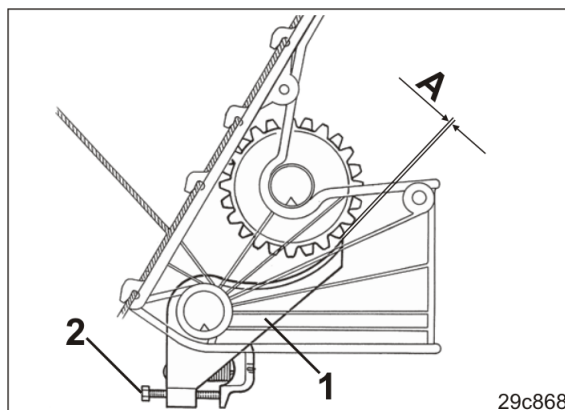

Fig. 236
2. Verificar os alçapões (Fig. 236/1) para facilidade de movimento.
A distância "A" (Fig. 236) entre o alçapão e a roda de sementeira é de 0,1 mm a 0,5 mm.
5. Regular com o parafuso (Fig. 236/2) a distância prescrita.